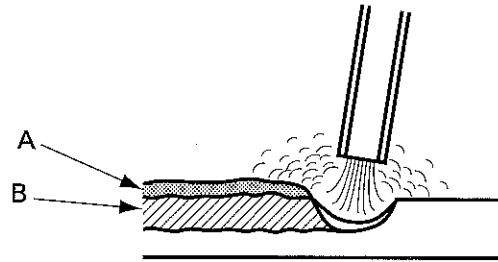

図 3
(2) ガス溶接において、(b) は母材と融合し接合部分に金属を補充する。
(3) 図 3 はアーク溶接の断面を表している。図中の A を (c)、B を (d) という。